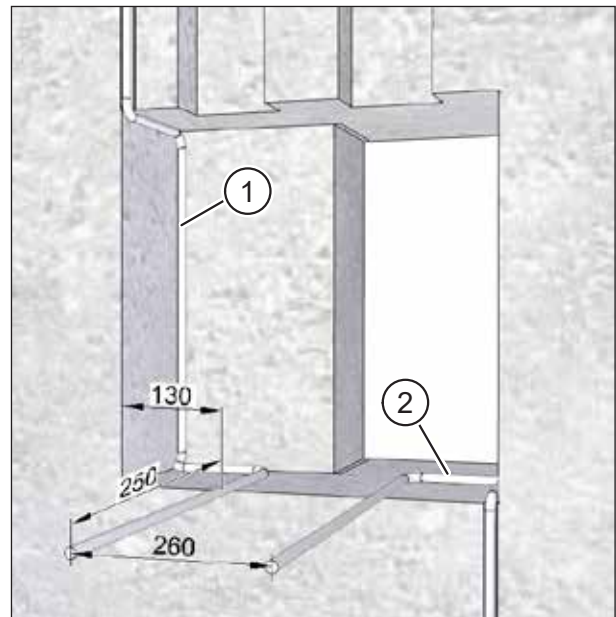

Abb. 19: Anschlusskabel verlegen, Maße in Millimeter
- ▶ Verlegen Sie das Netzkabel (Pos. 1 in Abb. 19) und ggf. das Steuerkabel (Pos. 2 in Abb. 19) mit einem Kabelüberstand von ca. 250 mm über die Mauer.